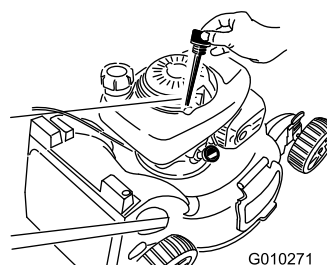

Рисунок 38
2. Извлеките масломерный щуп (Рисунок 38).